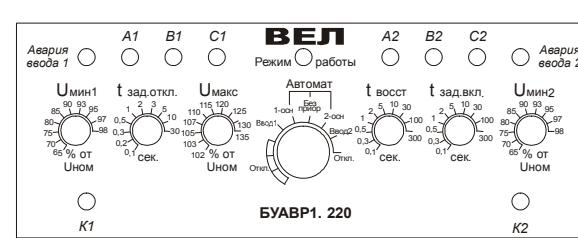

Рис. 2 Расположение органов управления и индикации БУАВР1
4.3. Расположения органов управления и индикации БУАВР1 приведены на рис. 2.
4.6. Переключение режимов работы производится с помощью 10-позиционного переключателя, находящегося на передней панели, рис.2. Для удобства контроля режимов работы БУАВР1 при запуске и эксплуатации, предусмотрена светодиодная индикация режимов работы с помощью многоцветного светодиода «Режим работы», рис.2. Описание режимов работы БУАВР1 и соответствие индикации приведены в таблице 1.